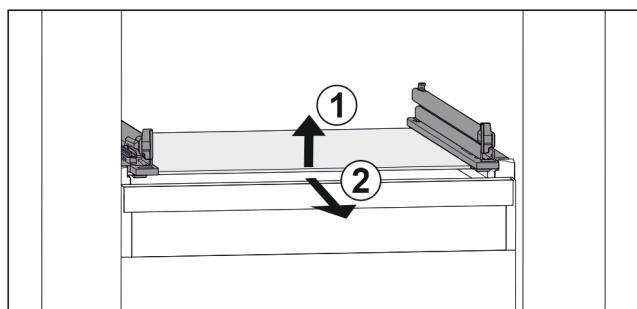

Fig. 45 Примерное отображение стеклянной пластины
- Приподнимите стеклянную пластину спереди. Fig. 45 (1).
- Извлеките стеклянную пластину движением вперед. Fig. 45 (2)